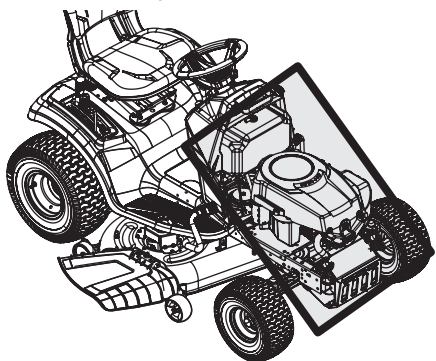

Figure 30
- Nettoyez les pièces sous le capot: le collecteur d'échappement et les fusibles, le câblage électrique et les faisceaux, le tuyau du silencieux, le pare-chaleur du silencieux, les grilles d'entrée d'air du moteur et les ailettes de refroidissement, entre autres. Voir Figure 30.